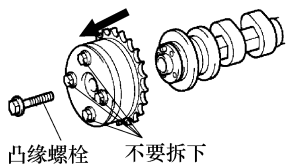

图 1-80 拆卸凸轮轴正时齿轮
⑥ 使用头部包有胶带的旋具，在可移动范围(19°~21°)内旋转排气凸轮轴正时齿轮 2 次或 3 次，但不要将其转到最大提前位置。确保排气凸轮轴正时齿轮转动顺畅。
⑦ 从 1 号凸轮轴轴承盖上取下胶带。
8) 拆卸凸轮轴正时齿轮总成。固定凸轮轴的六角头部分的同时, 拆下凸缘螺栓, 然后拆下凸轮轴正时齿轮总成, 见图 1-80。